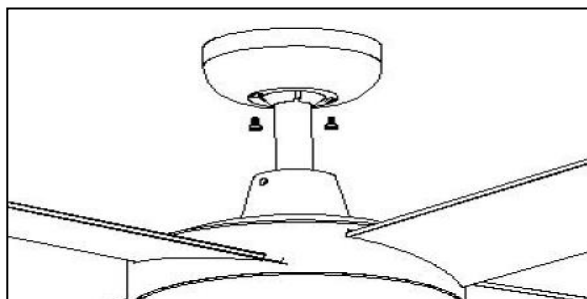

Fig. 11
- Coprire la staffa di supporto con la calotta. Assicurarsi che tutti i fili elettrici siano nascosti all'interno della calotta e che i fili non subiscano danni durante questa operazione. Fissare la calotta alla staffa con le viti fornite (Fig. 11).